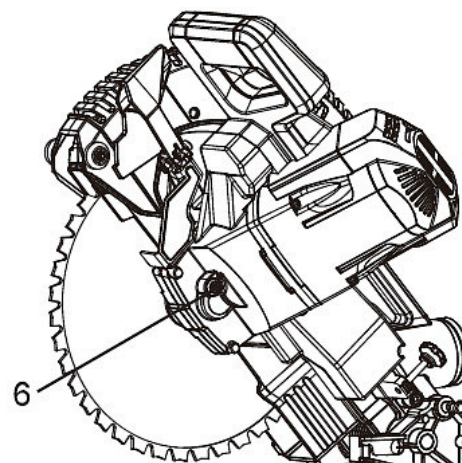

Abb. 47: Entfernen des Sägeblatts
Schritt 5: Drehen Sie die Abdeckplatte (4) nach hinten, um die Dornschraube (5) freizulegen.
Schritt 6: Legen Sie das Sechskantende des Sägeblattschlüssels über den Dornbolzen (5).
Schritt 7: Suchen Sie den Arretierungsknopf (Pos. 6, Abb. 47) unter dem Schaltergriff.
Einbau des Sägeblatt (Abb. 47, 48)
Schritt 6: Setzen Sie den Sägeblattschlüssel auf die Wellenschraube (5).
Schritt 7: Drücken Sie die Arretierungstaste (6) und halten Sie sie fest gedrückt während des Drehens des Sägeblattschlüssels gegen den Uhrzeigersinn. Drücken Sie weiter darauf während die Dornschaube fest angezogen wird (Abb. 47).
Schritt 11: Vergewissern Sie sich, dass der Arretierungsknopf (6) gelöst ist, damit sich das Sägeblatt frei drehen kann (Abb. 47).